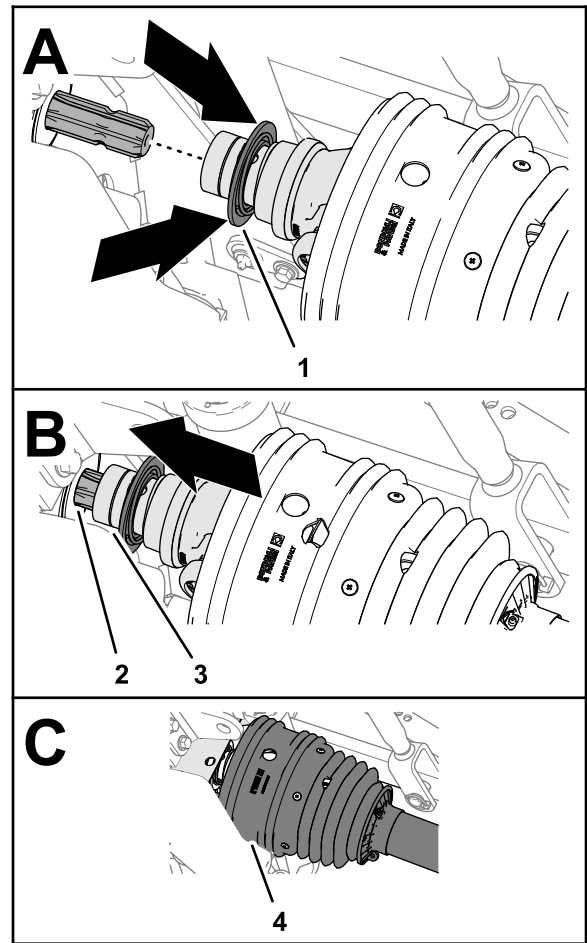

Figure 27
3. Tirez la bague de blocage en arrière sur la chape de l'arbre de transmission (Figure 27).
4. Tout en tirant la bague de blocage en arrière, poussez la chape de l'arbre de transmission en avant et glissez la douille sur les cannelures de l'arbre de sortie de PDF (Figure 27).
6. Vérifiez que la protection recouvre la chape de l'arbre d'entraînement (Figure 27).